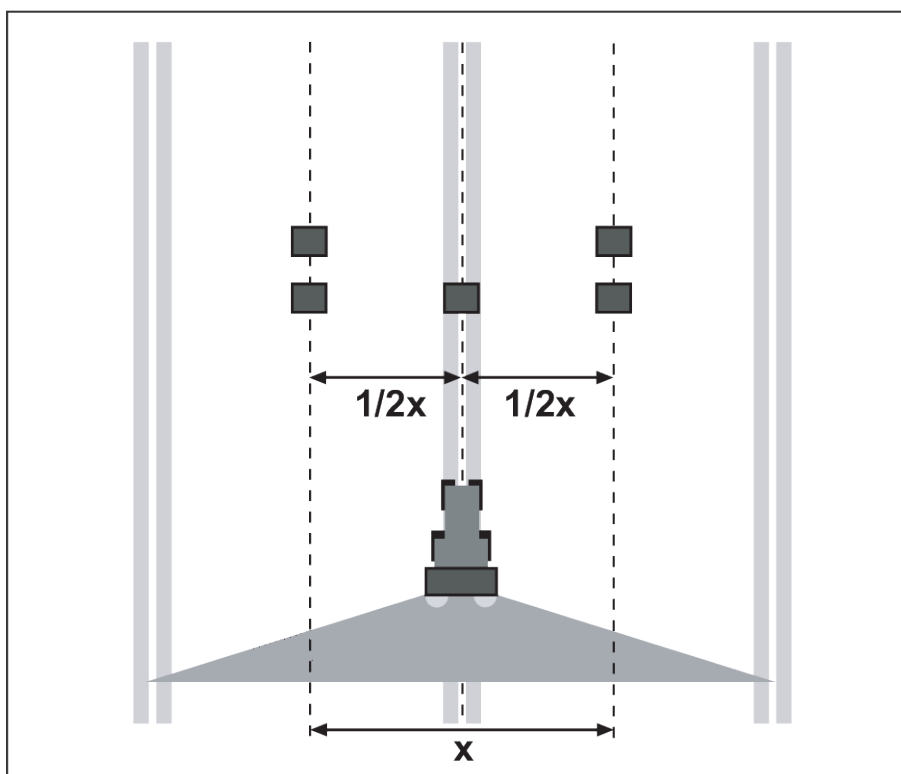

Fig. 53: Opstilling til en kørsel
- ▶ Opstil to opsamlings-skåle med en indbyrdes afstand på **1 m** efter hinanden i overlappingszonerne (mellem køresporene) og en opsamlings-skål i køresporet (Fig. 53).